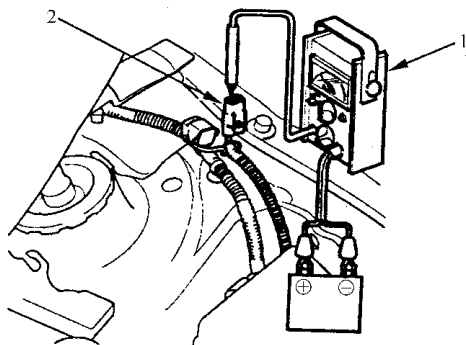

图 3-31 将转速表连接至转速表测试插接器上
2) 如图 3-31 所示,将转速表连接至转速表测试插接器上,或将本田 PGM 测试仪或 HDS 连接至仪表板驾驶员侧下方的数据传输插接器(DLC)上。